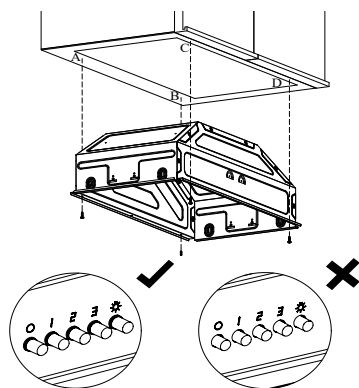

Рисунок 5
5. Зафиксируйте изделие в шкафу с помощью прилагаемых винтов 3,5×16 в точках А, В, С и D. После завершения монтажа установите лицевую панель на корпус и подсоедините ламповые патроны. Для моделей с механическим управлением убедитесь, что пластиковый элемент, указанный на иллюстрации, правильно и полностью установлен при монтаже передней панели (Рисунок 5).